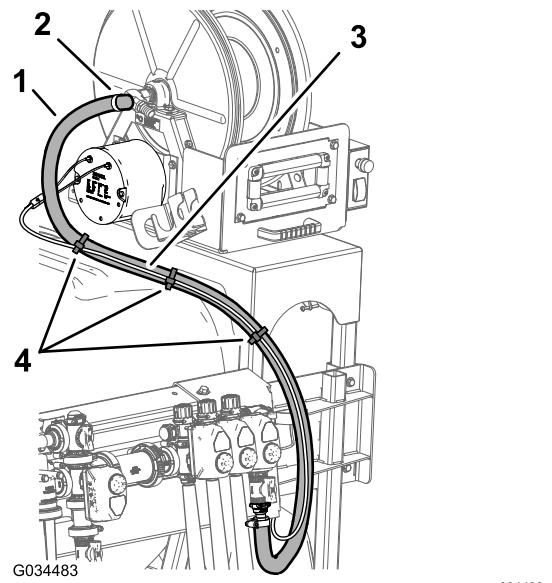

図39
- 図39のように、ホース180cmをホースリールアセンブリのバーブに接続してホースクランプで固定する。
- ケーブルタイ3本を使って、ホースリール用ワイヤハーネスをホースリール給液ホースに固定する。図39